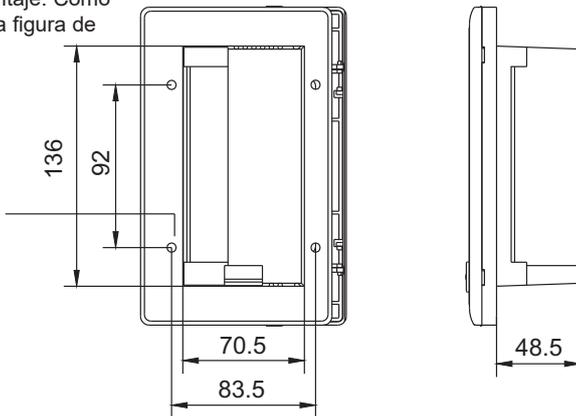

Fig.5-6
El procedimiento de instalación en la Fig.5-6 Fig.5-8 ~ es para MD-CCM09 / E y MD-CCM09 / E (H)